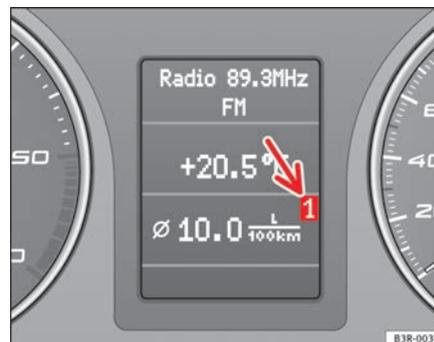

Fig. 58 Computador de bordo: Nível de memória 1
O nível de memória que está a ser visualizado no visor digital pode reconhecer-se pelos números visualizados ⇒ fig. 58. Os dados da memória para um só percurso (computador de bordo 1) visualizam-se se no visor digital aparecer um **1**. Se aparecer um **2**, no visor digital visualizam-se os dados da memória para todos os percursos (computador de bordo 2). ▶
- Pressione brevemente a tecla Reset **(B)** até que o computador de bordo (nível de memória 1 ou 2) apareça no visor ⇒ página 86, fig. 58.